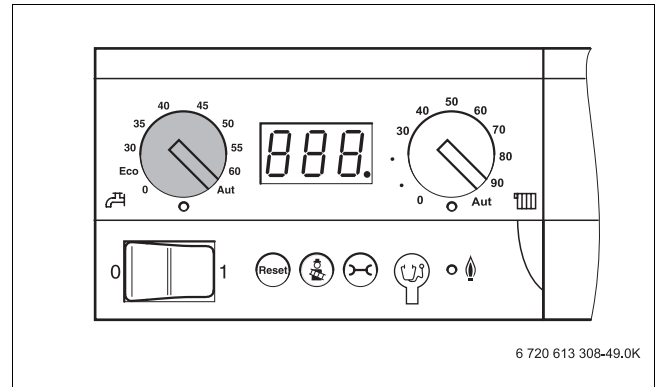

Bild 54 Warmwasser-Sollwert vorgeben
- Drehknopf für Warmwasser-Sollwert am BC10 auf „0 °C“ stellen (→ Bild 54, Seite 54).
- Brennerhaube durch Lösen der vier Schnellverschlüsse (1) abnehmen.
- Kappe des automatischen Entlüfters (1) eine Umdrehung lösen.